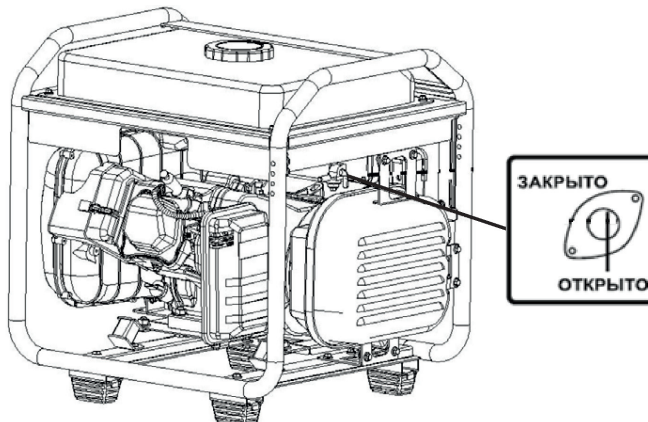

Рис. 12
1. Откройте топливный кран (положение «Открыто») (Рис. 12)
2. Закройте топливный кран (положение ЗАКРЫТО») (Рис. 12)